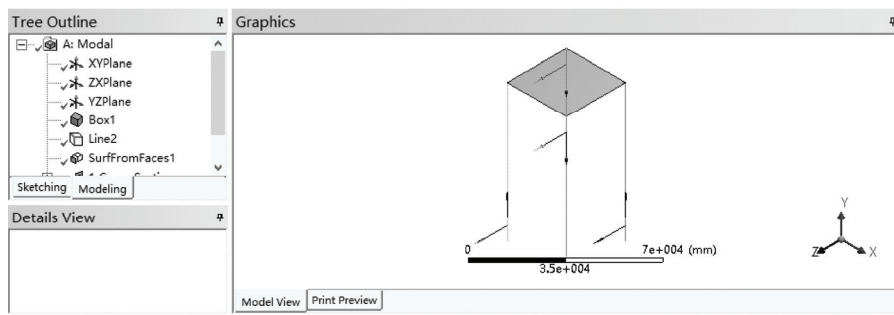

图 12-3 DM 模型
3) 双击项目 A 中的 A2 栏 Geometry, 此时会进入到 DM 界面, 查看模型如图 12-3 所示, 此时如果设计树中 Import1 前显示 ⚡, 表示需要生成模型, 此时进行步骤 4), 否则可直接进入步骤 5)。